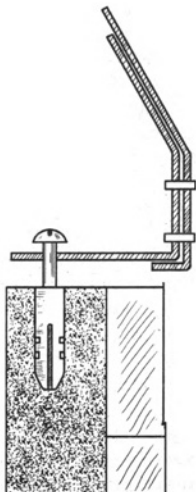

Рис. 34. Крепление зонтика к ограждению точки
6. Зонт фиксируется (рис. 34) на ограждении топки с помощью стальных уголков, предварительно прикрепленных к нему медными заклепками длиной 12 мм.